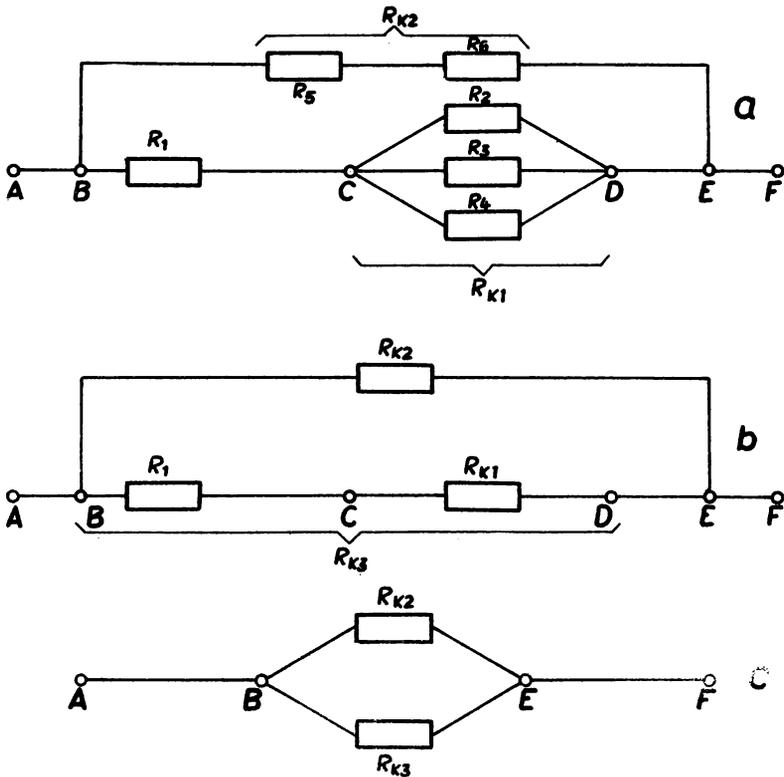

Bild 14
6. Berechnen Sie den Ersatzwiderstand zwischen den Punkten A und F der Schaltung nach Bild 14!